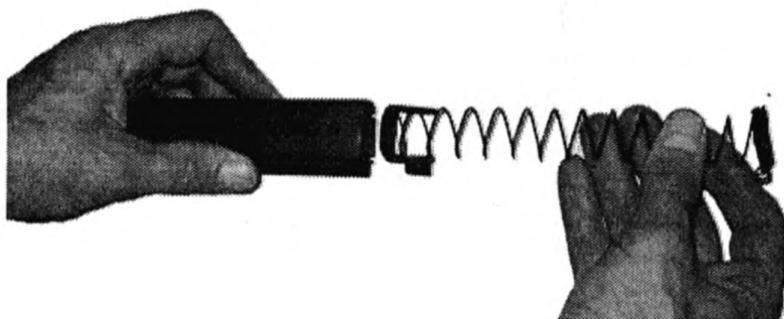

Рис. 15
- постепенно освобождая пружину, вынуть ее вместе со стопорной планкой и подавателем из корпуса магазина (рис. 15);